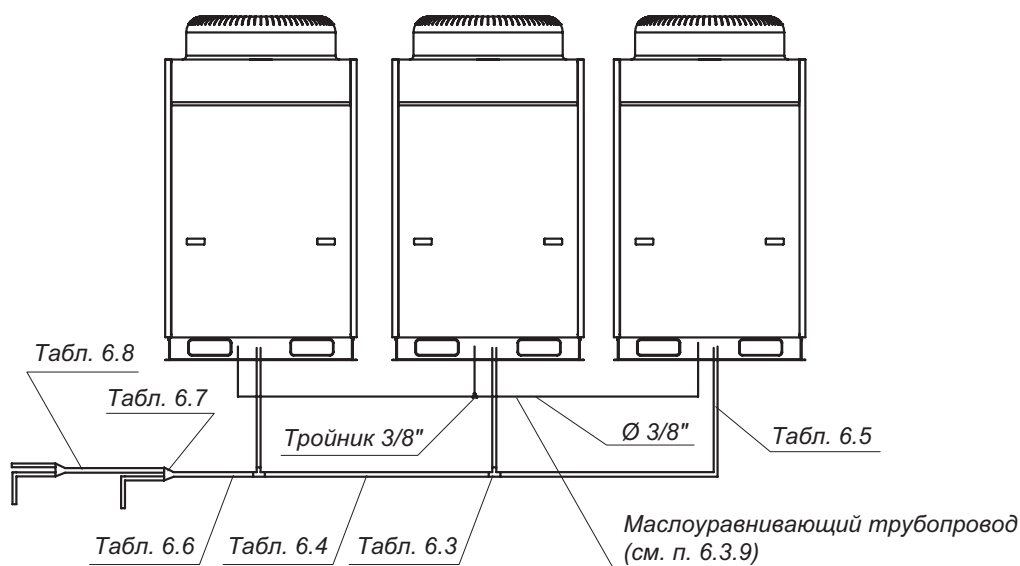

Рис. 6.2
6.3.1 При модульной компоновке наружных блоков применяются комплекты тройников для газовой и жидкостной труб ML01 и ML02 см. рис. 6.2 и таблицу 6.1.
6.3.3 Диаметр труб между тройниками (рис. 6.2) согласно таблице 6.2.
6.3.4 Диаметр труб подключаемых непосредственно к наружным блокам (рис. 6.2) согласно таблице 6.2.
6.3.5 Диаметр трубы на выходе из наружных коммутированных модулей (рис. 6.2) согласно таблицы 6.4.
6.3.9 Для межблочного маслоуравнивающего трубопровода (рис. 6.2) применяется медная трубка диаметром 3/8" и тройники соответствующего диаметра (приобретаются потребителем).